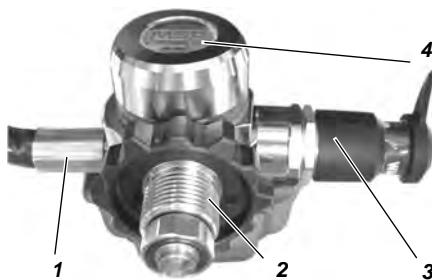

Fig. 2 Reduktionsventil
Reduktionsventilen (se Fig. 2) fastgøres på rygskjoldets nederste del.
Udover standardenhedens dele, leveres denne model også med en højtryks sikkerhedskobling (se pos. 3 i Fig. 2). Det er dermed muligt at påfylde 300 bar trykluftsflaskerne, mens trykluftsapparatet er i brug.